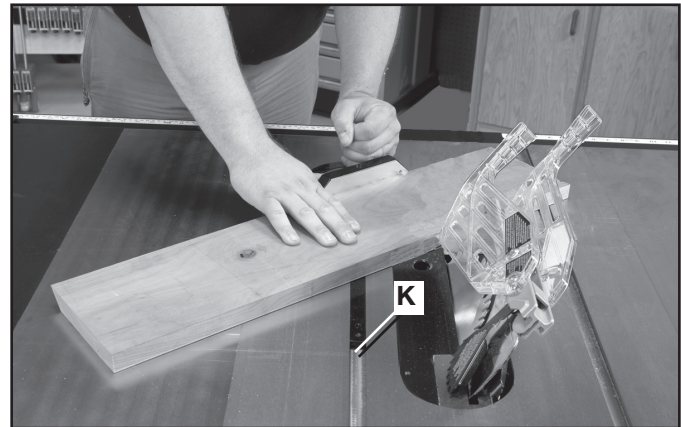

FIG. 64
El corte con ingletes compuestos (Fig. 64) es una combinación de corte transversal con bisel y corte con inglete, donde la hoja está biselada a un ángulo que no sea 0 grados y el calibrador de inglete está fijado a un ángulo que no sea 0 grados.
NOTA: Use siempre la ranura del calibrador (K) Fig. 64 que permite que la hoja se incline alejándose del calibrador y de sus manos.